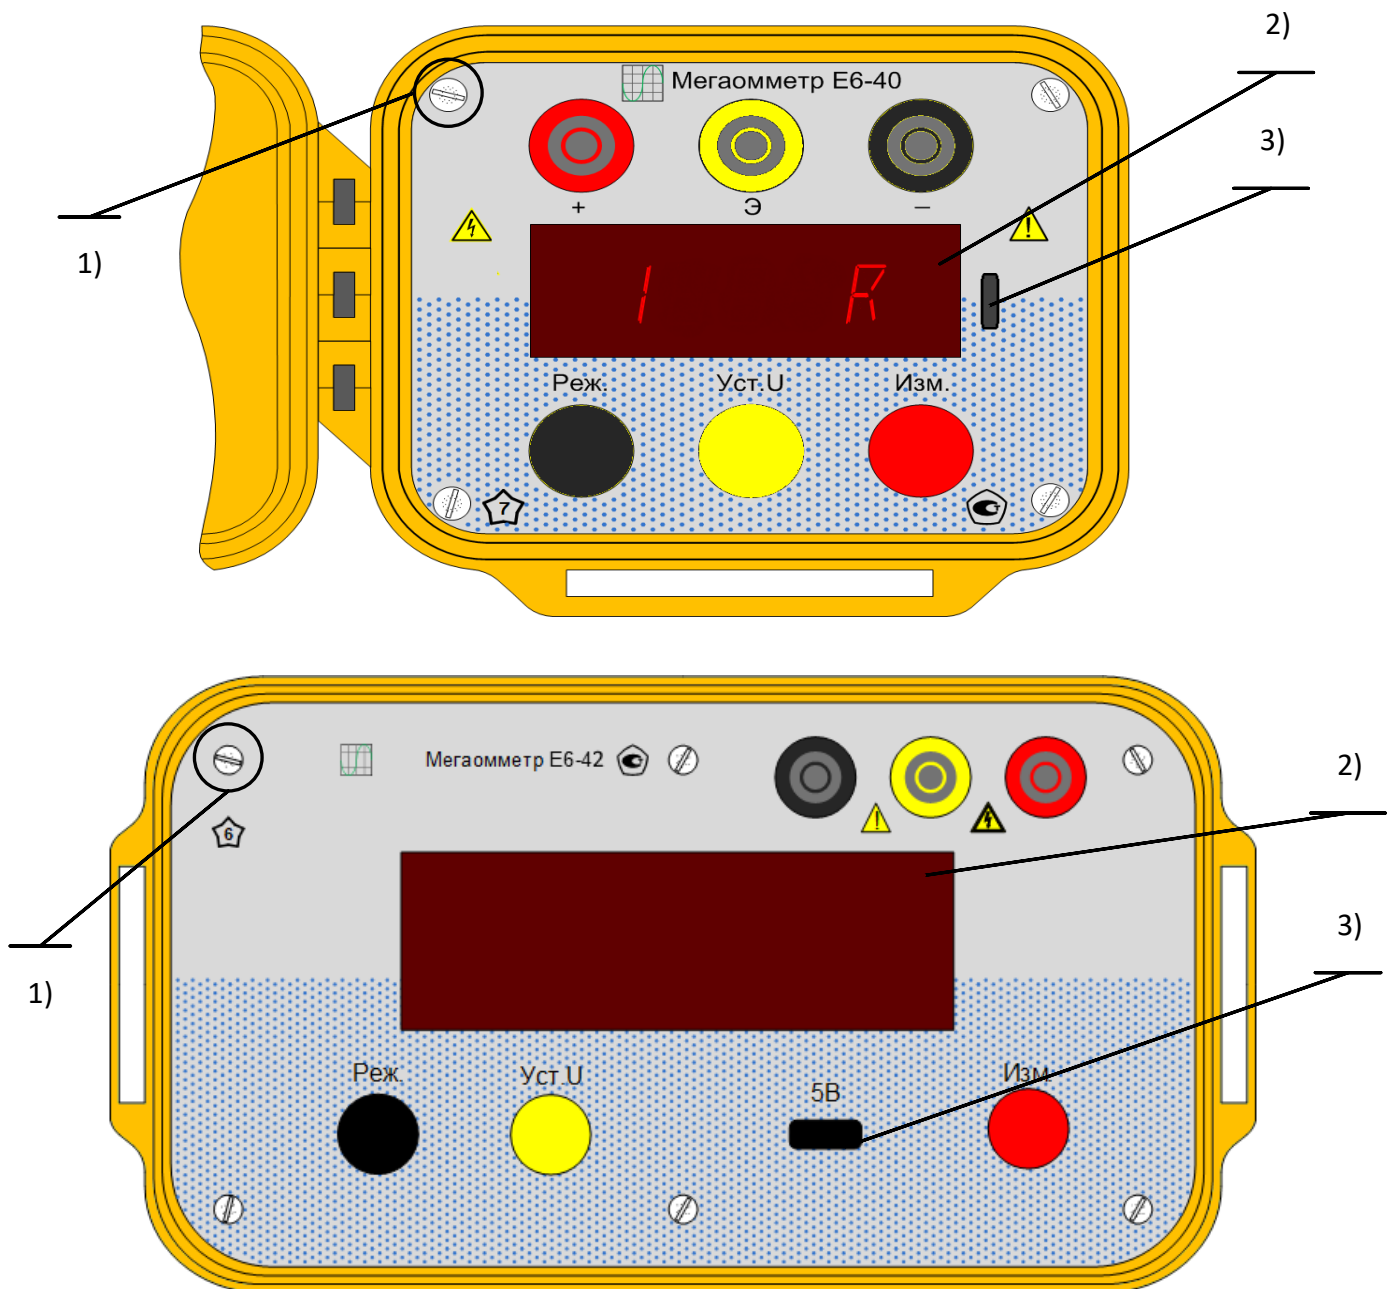

Рисунок 4 – Передняя панель мегаомметров
2.2.4.1 Органы управления мегаомметров расположены на передней панели (см. рисунок 4).